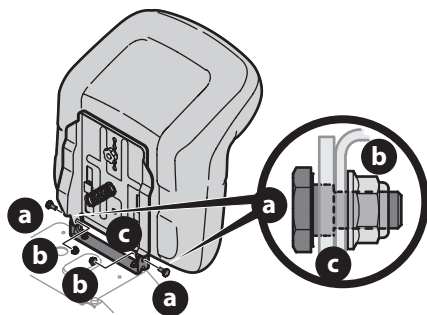

Figure 10
6. Fixez l'ensemble du siège avec les deux boulons à épaulement (a) et les contre-écrous (b) retirés précédemment (Figure 10).
REMARQUE : Assurez-vous que l'épaulement du boulon est entièrement encastré dans le support du siège avant de serrer le contre-écrou (Figure 10).